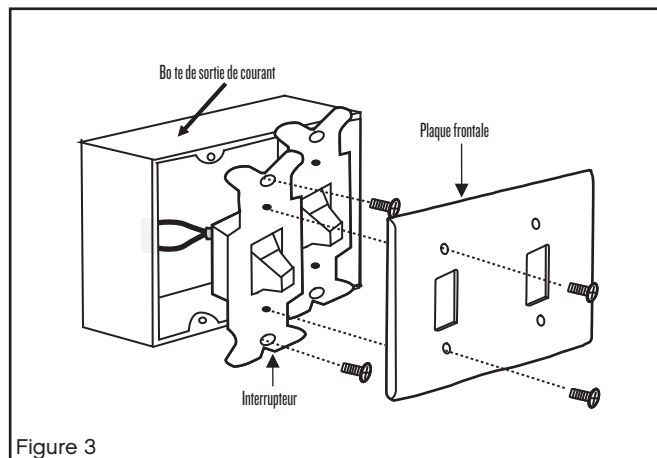

Figure 3
- 1 Retirez la plaque murale existante et l'ancien interrupteur de la boîte de sortie murale. (Fig. 3)
- 2 Glissez le commutateur d'inversion (situé au-dessus du boîtier du moteur, Figure 3 à la page 7) en position inverse, puis remettez le ventilateur en marche. Les pales du ventilateur tourneront dans le sens inverse et la direction du flux d'air sera inversée.
Un débit d'air DESCENDANT crée une sensation rafraîchissante, comme illustré dans la Figure 3. Ce mode permet d'utiliser un réglage de climatisation plus élevé sans nuire au confort.